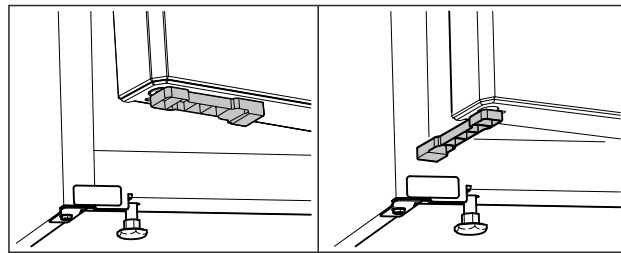

Fig. 61 *
- ▶ Rrotulloni me 90° distancuesin e derës. (shihni Fig. 61) *